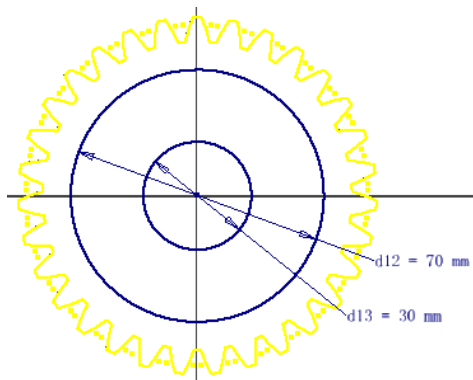
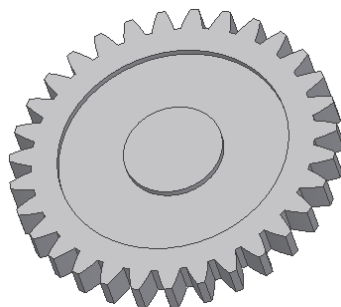

图 3-113 绘制草图界面轮廓
图 3-114 拉伸对话框以及拉伸形成的特征
(4) 创建齿轮的安装定位特征。首先在齿轮的侧面新建一个草图,绘制如图 3-113 所示的截面轮廓,然后以环形为截面轮廓进行拉伸,【拉伸】对话框的设置以及拉伸形成的特征如图 3-114 所示。同理,在另一侧创建安装定位特征。